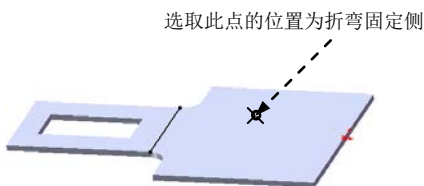

图 12.7.5 绘制的折弯线
② 定义折弯线草图。在草图环境中绘制图 12.7.5 所示的折弯线。
③ 选择下拉菜单 **插入(I)** → **退出草图** 命令，退出草图环境，此时系统弹出“绘制的折弯”对话框。
(3) 定义折弯固定侧。在图 12.7.5 所示的位置处单击，确定折弯固定侧。